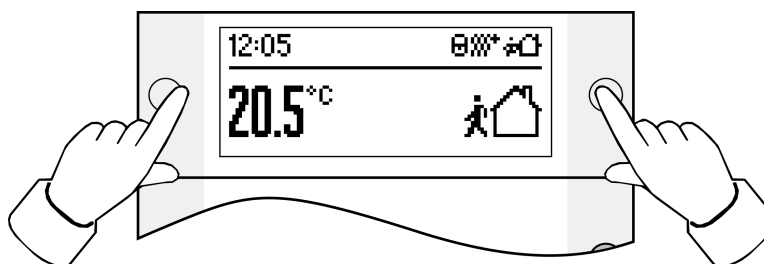

Figure 2
- Appuyer simultanément sur les deux boutons à côté de l'affichage (voir figure 2).